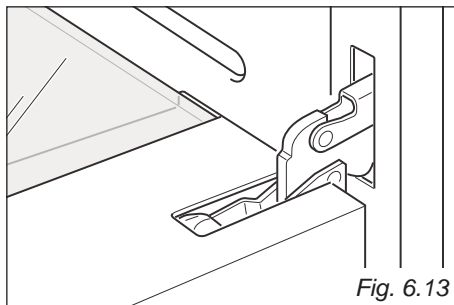

Fig. 6.13
- Aprire completamente la porta del forno (fig. 6.13).